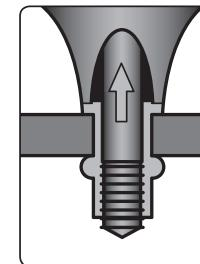

Fig. 6
- Maintenez fermement l'adaptateur de rivet de la perceuse dans une main. Maintenez une position stable et le sens de rotation vers la droite de la tête du mandrin entraînera la connexion des deux pièces (fig. 6).